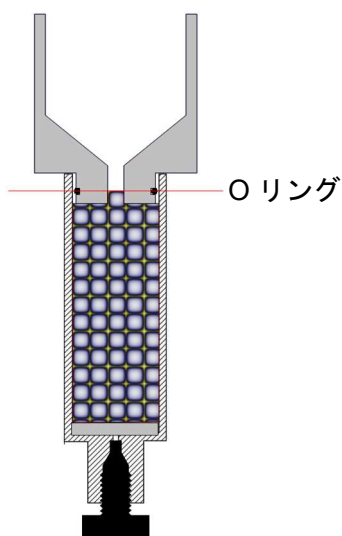

図4
- 9) カラムチューブの底にストッププラグを取り付け、パッキングリザーバーに残ったスラリーを取り除きます(写真4)。また、ピペットを使用してOリングより上まで余分なスラリーを取り除きます(図4 および写真5 参照)。